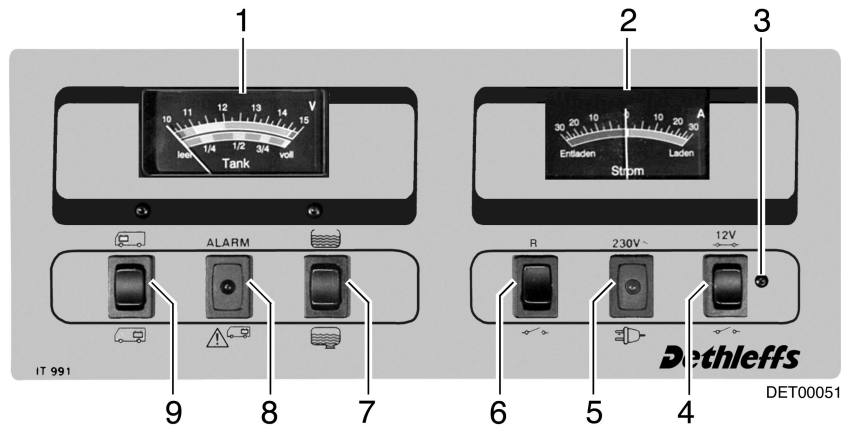

Bild 93 Control-Panel (Variante 2)
Beim Anzeigeeinstrument V/Tank (Bild 93,1) die obere Skala beachten. Das Anzeigeeinstrument wird automatisch beleuchtet, sobald ein Schalter gedrückt wird.
- Wippschalter (Bild 93,9) oben drücken : die Batteriespannung der Starterbatterie wird angezeigt.
- Wippschalter (Bild 93,9) unten drücken : die Batteriespannung der Wohnraumbatterie wird angezeigt.
Die rote Warnleuchte ALARM (Bild 93,8) blinkt, sobald die Spannung der Wohnraumbatterie 11 V (Messung im laufenden Betrieb) unterschreitet und damit Tiefentladung droht.
Beim Anzeigeinstrument V/Tank (Bild 93,1) die untere Skala beachten. Das Anzeigeinstrument wird automatisch beleuchtet, sobald ein Schalter gedrückt wird.
- Wippschalter (Bild 93,7) oben drücken : die Frischwassermenge wird angezeigt.
- Wippschalter (Bild 93,7) unten drücken : die Abwassermenge wird angezeigt.
Am Anzeigeinstrument Strom (Bild 93,2) wird ständig der aktuell fließende Batteriestrom angezeigt. Das Anzeigeinstrument wird automatisch beleuchtet, sobald ein Schalter gedrückt wird.
Der 12-V-Hauptschalter (Bild 93,4) schaltet die 12-V-Versorgung des Wohnraums ein und aus. Ausnahme: Heizung, Grundlicht/Eintrittstufe und Reserve 4 am Elektroblock sind immer betriebsbereit.
- Wippschalter (Bild 93,4) oben drücken  : die 12-V-Versorgung des Wohnraums ist eingeschaltet. Kontroll-Leuchte (Bild 93,3) leuchtet grün.
- Wippschalter (Bild 93,4) unten drücken  : die 12-V-Versorgung des Wohnraums ist ausgeschaltet. Kontroll-Leuchte (Bild 93,3) erlischt.
Die 12-V-Kontroll-Leuchte (Bild 93,3) leuchtet, wenn der 12-V-Hauptschalter (Bild 93,4) eingeschaltet ist.
Die gelbe 230-V-Kontroll-Leuchte (Bild 93,5) leuchtet, wenn am Eingang des Elektroblocks Netzspannung vorhanden ist.